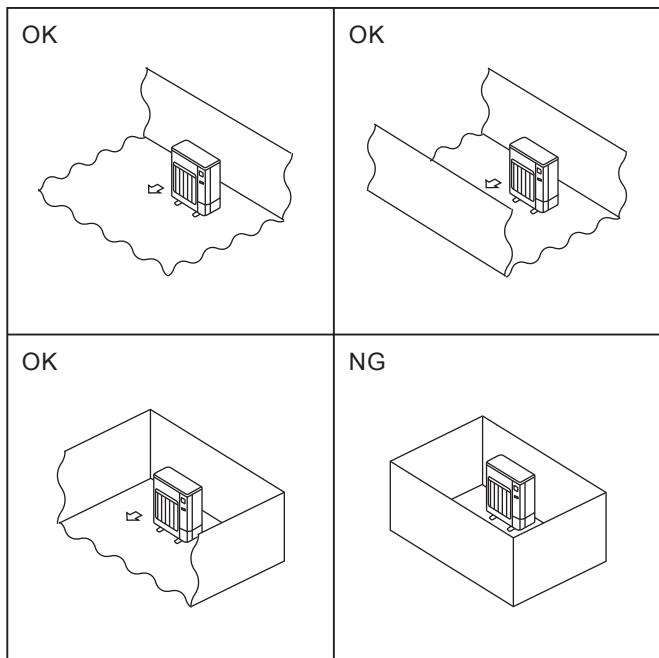

Fig. 2-2
- ◎ Installare unità esterne in un luogo in cui sia aperto almeno un lato su quattro e in uno spazio di grandezza sufficiente e privo di depressioni. (Fig. 2-2)